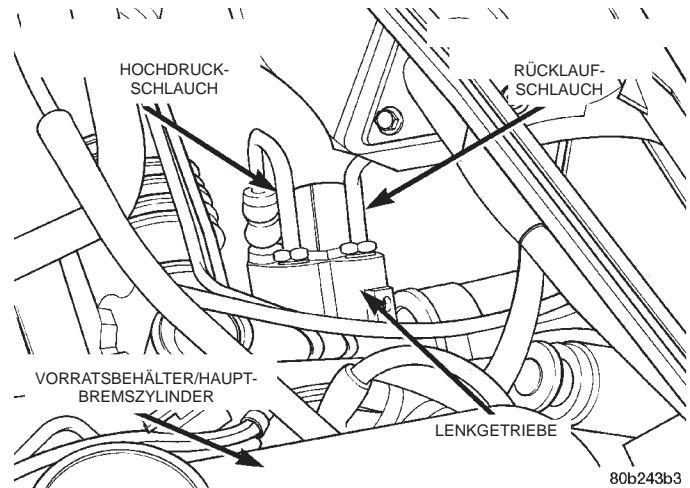

Abb. 26 Anschlüsse der Ölschläuche am Lenkgetriebe
(16) Unterdruckversorgungsschlauch vom Rückschlagventil im Bremskraftverstärker abbauen und außerhalb des Arbeitsbereichs fixieren.
(17) Hochdruckschlauch und Rücklaufschlauch der Servolenkung (Abb. 26) vom Lenkgetriebe abbauen.
(11) Hochdruck- und Rücklaufleitung an den entsprechenden Anschlüssen des Lenkgetriebes montieren (Abb. 26). Beide Überwurfmutter mit einem Anzugsmoment von 47 N·m (35 ft. lbs.) festziehen.